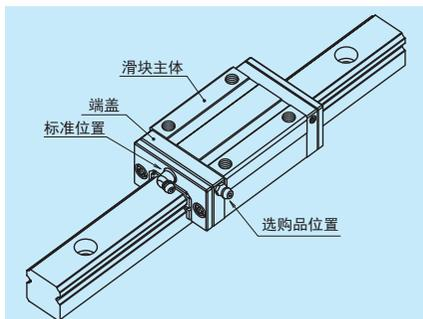

图 12 润滑用零件安装位置
(2) 润滑用零件的安装位置
- 润滑脂注入嘴标准型号的位置是安装在滑块的端面，作为选购品也可安装在端盖的侧面。(图 12) 将润滑脂注入嘴和专用配管接头安装到滑块主体上面或侧面时，请向 NSK 咨询。